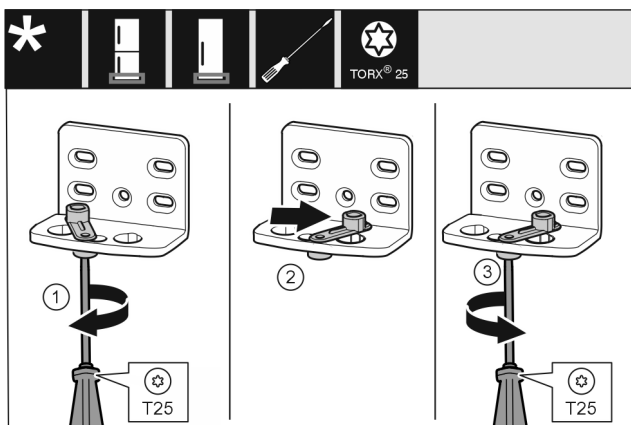

Fig. 16
- ▶ Voľne zaskrutkujte skrutku Fig. 16 (1) skrutkovačom.
- ▶ Nadvihnite pomôcku na zatváranie dverí Fig. 16 (2) a otočte ju o 90° doprava v otvore.
- ▶ Pevne utiahnite skrutku Fig. 16 (3) skrutkovačom.